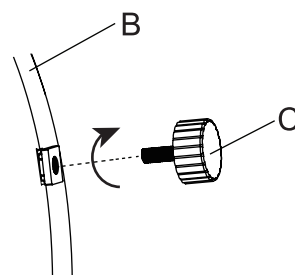

Figure 1
1. Με τη βοήθεια ενός άλλου ατόμου, τοποθετήστε προσεκτικά την εστία (B) σε επίπεδη, μη λειαντική επιφάνεια για να αποφύγετε γρατζουνιές. Ελέγξτε τις τέσσερις γωνίες στο κάτω μέρος, ευθυγραμμίστε τα πόδια (C) με τις τρύπες και βιδώστε δεξιόστροφα (βλ. Figure 1).